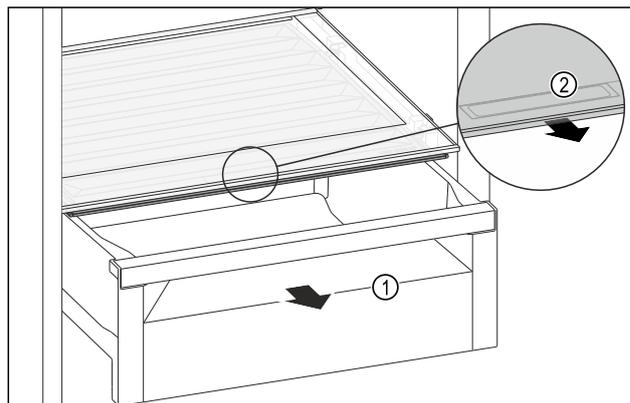

Fig. 121
- ▶ Extraer el compartimento Fig. 121 (1).
- ▶ Agarrar el tirador empotrado Fig. 121 (2) en la tapa del compartimento y tirar de la tapa del compartimento hacia delante al mismo tiempo.